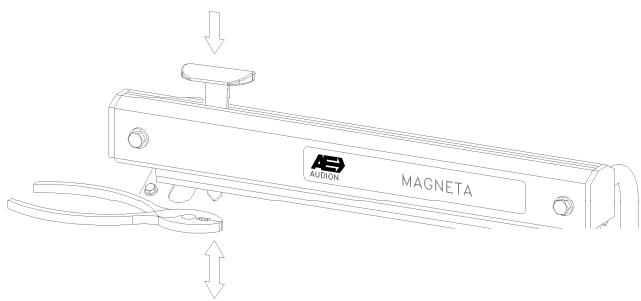

Fig. 3
7. La lama usurato può essere sostituita semplicemente premendo il portalame, estraendo la vecchia lama e inserendone una nuova. È consigliabile usare pinze (fig. 3).
7. Quando a lâmina deixar de cortar pode ser substituída, empurrando a lâmina para trás introduzindo uma nova (recomenda-se o uso de uma pinça Fig. 3).
7. Når kniven er slidt eller knækket kan denne udskiftes ved at trykke knivholderen ned, hive kniven ud og isætte en ny. Det kan anbefales evt. at benytte en fladtang. (fig 3).
7. Förslitning avskärning - Ett slott knivblad utbyttes genom att pressa ned den röda knivhållaren och dra ut knivbladet rakt ned (lämpligen med hjälp av en täng) och trycka in ett nytt emellan den fjädringsbelastade plåten i knivsläden (fig. 3).
7. En slitt kniv skiftes enkelt ved å trykke ned den røde knivholderen, dra ut den gamle kniven og skyv inn en ny. Kniven er meget skarp og det anbefales derfor å holde kniven med en tang (fig. 3).